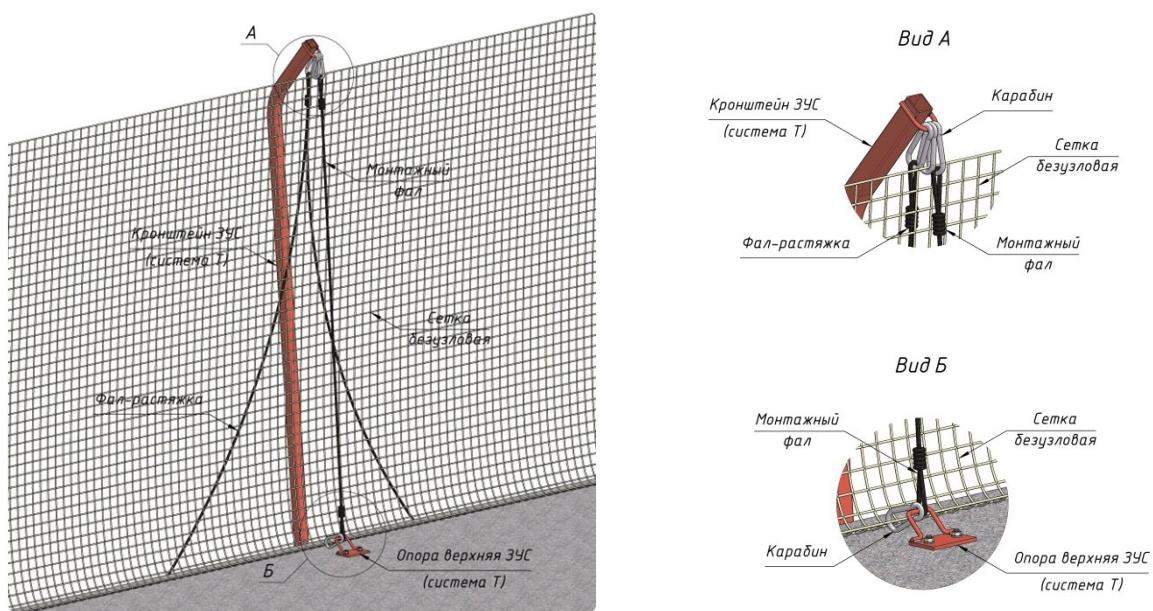

Рисунок 5
7. Крепление наружного каната оплетки сети к петле кронштейна и внутреннего каната оплетки сети к верхней опоре с помощью карабинов (рис. 5);